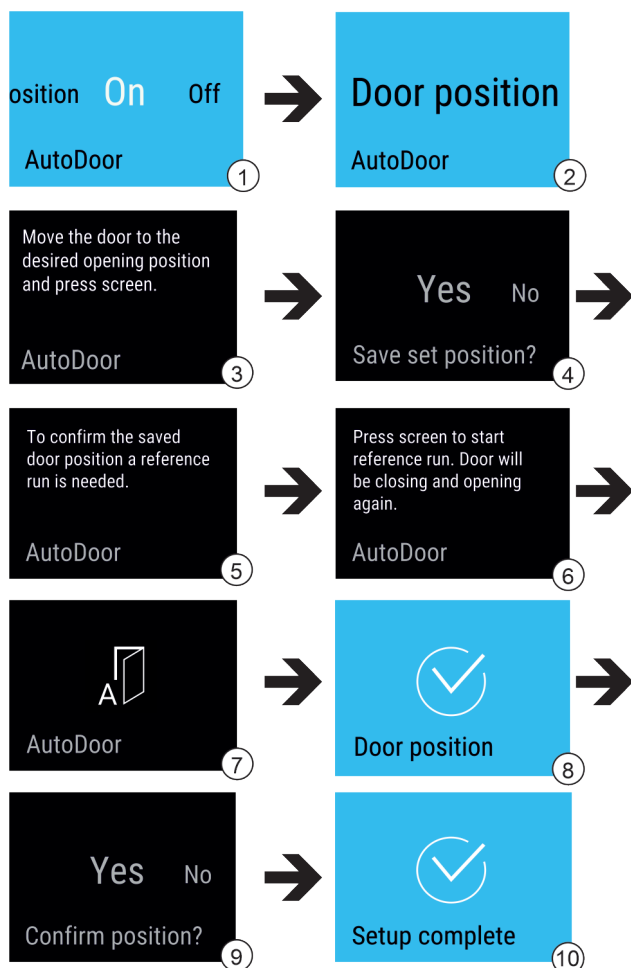

Fig. 18
- ▶ Zvolte funkci AutoDoor. Fig. 18 (1)
- ▶ Přejedte zobrazení na displeji, až se objeví Door position. Fig. 18 (2)
- ▶ Nakonfiguruje úhel otevření dveří: Otevřete dveře alespoň na 70°. Fig. 18 (3)
- ▶ Potvrďte úhel otevření dveří: Klepněte na hlášení na displeji. Fig. 18 (4)
- ▶ Spusťte referenční běh: Klepněte na displej. Fig. 18 (6)
- ▷ Displej bliká. Fig. 18 (7)
- ▷ Referenční běh je úspěšný: Displej na 2 sekundy zmodrá. Fig. 18 (8)
- ▶ Potvrďte úhel otevření dveří. Fig. 18 (9)
- ▷ Displej zmodrá. Fig. 18 (10)